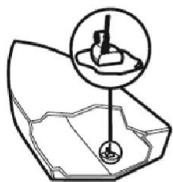

Рис. 28
- Осмотрев лодку снаружи, найдите места с наименьшей турбуленцией. Избегайте ребра, желоба и другие выпячивания, так как они создают турбуленцию (Рисунок 28).
3. Расположите датчик лицом вниз на предполагаемом месте установки, заостренным концом, направленным к носу лодки (Рисунок 28).